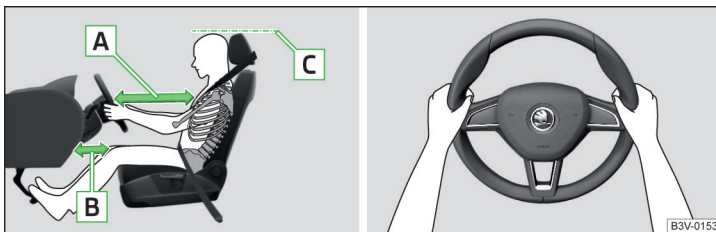

Fig. 1 Poziția corectă a scaunului șoferului/Poziția corectă la volan
- ✓ La autovehicule cu airbag pentru genunchii șoferului, reglați longitudinal scaunul șoferului în așa fel, încât distanța de la picioare **[B]** » fig. 1 la planșa de bord să fie de minim 10 cm în zona airbagului pentru genunchi.
- ✓ Reglați volanul astfel încât distanța **[A]** dintre volan și torace să fie de cel puțin 25 cm » fig. 1.
- ✓ Reglați tetiera astfel încât marginea superioară a tetierei să se afle, pe cât posibil, la aceeași înălțime cu partea superioară a capului dumneavoastră **[C]** » fig. 1.
- În timpul mersului volanul trebuie ținut cu ambele mâini, de partea exte-rioară laterală, în poziția „orei 9” și „orei 3” » fig. 1. Nu țineți niciodată vola-nul în poziția „ora 12” sau în altă poziție (de exemplu de centrul volanului, de marginea interioară etc.). La activarea airbagului șoferului, aceste poziții incorecte pot provoca accidentarea gravă a mâinilor, brațelor și a capului.
- ✓ Reglați tetiera astfel încât marginea superioară a tetierei să se afle, pe cât posibil, la aceeași înălțime cu partea superioară a capului dumneavoastră C » fig. 1 la pagina 9.